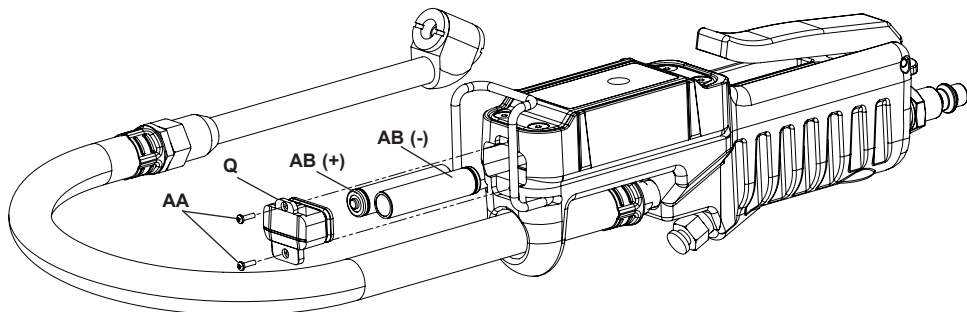

Figure 3
1. Pour changer les piles, retirez les 2 vis (AA) à l'aide d'un tournevis Phillips cruciforme #0, puis retirez le couvercle du compartiment des piles (Q).
2. Retirez les piles (AB).
3. Remplacez les piles par (2) 1.5 V DC "AAA".
**REMARQUE :** *S'assurer que les piles sont correctement insérées, tel qu'indiqué sur la figure 3.*